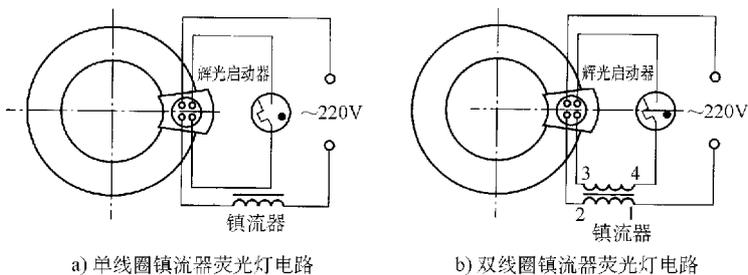

图 8-6 环形荧光灯的接线原理图
2) 环形荧光灯：环形荧光灯的灯管制成圆环形，由于它可以配用各种造型美观的灯具，不仅有良好的照明效果，还具有很好的装饰性，因此应用十分广泛。环形荧光灯的工作原理及接线与普通直管形荧光灯相同，环形荧光灯的接线原理图如图 8-6 所